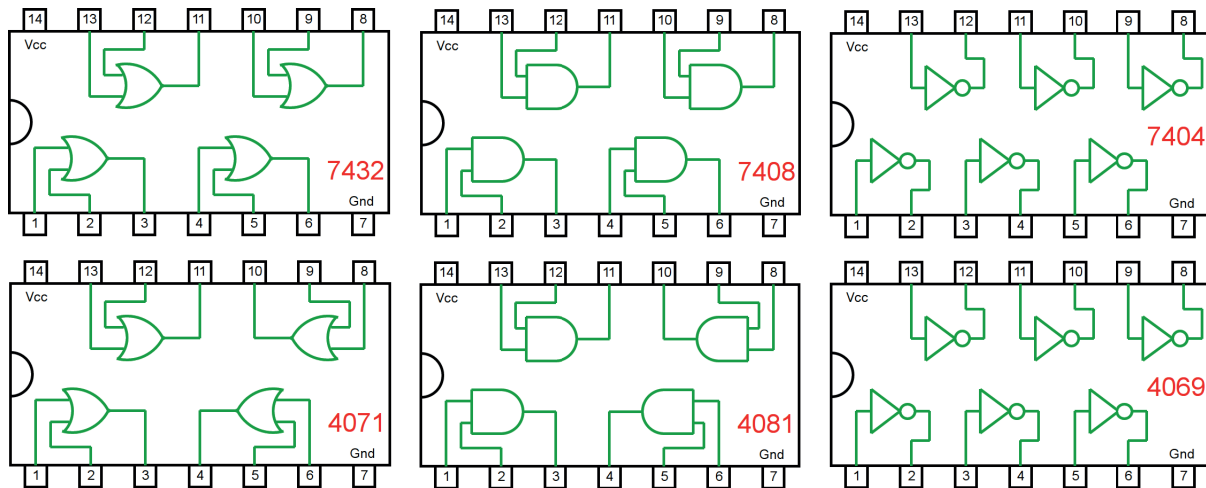

Figura 4.41 – Circuitos integrados TTL e CMOS.
- a) Coloque os circuitos integrados (TTL e/ou CMOS da figura 4.41) nas posições indicadas.
- d) Conecte os fios verdes. Os fios verdes estão conectados ao terra e portanto fornecendo valor lógico (0) às entradas de todas as portas do CI.